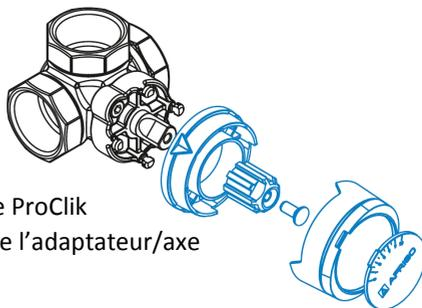

Fig. 1
1. Démontez les pièces inutiles sur le bouton de la vanne (Fig. 1)